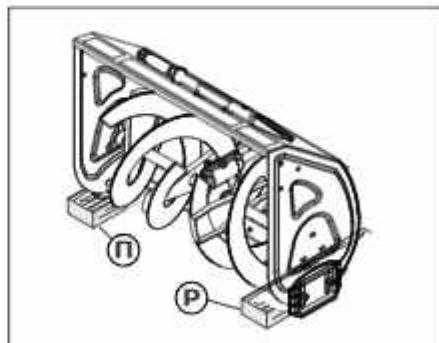

Рис. 34
5. Под каждый конец скребка поместите деревянный брускок (рис.34, поз. П и Р), толщина которого будет такой же, как и нужная высота зазора.